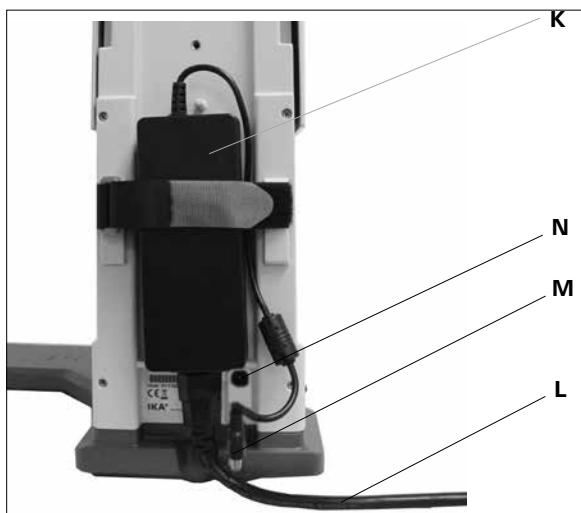

Fig. 9
3.) 바탕 화면 전환을 고정 (Fig. 9)
- 연결 소켓(**N**)에 낮은 전압 커넥터(**M**)를 연결합니다. (Fig. 9)